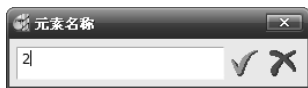

图 5-34 “元素名称”对话框
2) 在“PowerMILL 资源管理器”中选中参考线中的“1”，单击鼠标右键，在弹出的快捷菜单中选择“插入”→“边界”命令，弹出“元素名称”对话框，如图 5-34 所示。输入边界“2”，单击✓按钮确认。